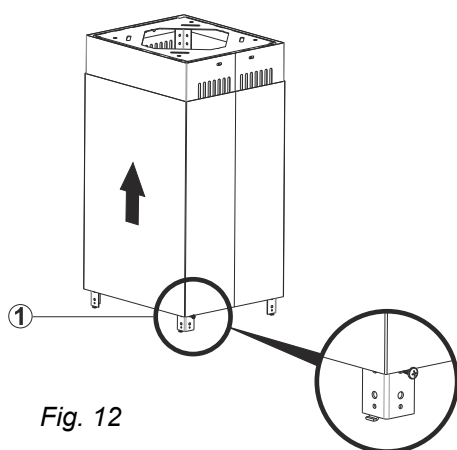

Fig. 12
1. ➤ Trä nu skorstenen över stängerna (Fig.12).
2. ➤ Skruva i en 3,5x9,5 skruv (1) halvvägs in på sidan av en av stängerna. Du kan nu låta skorstenen vila på skruven för att montera dem senare (Fig. 12).